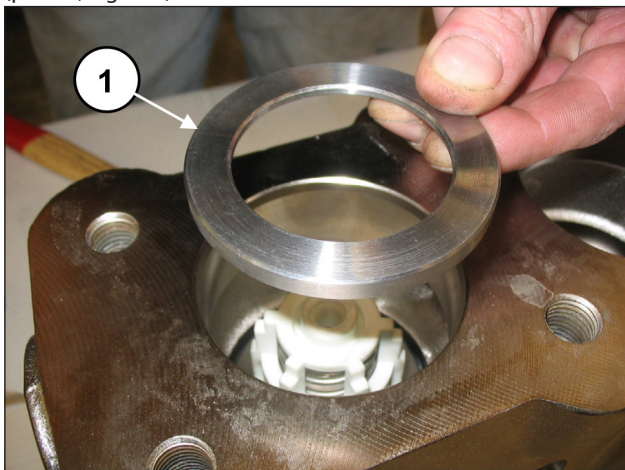
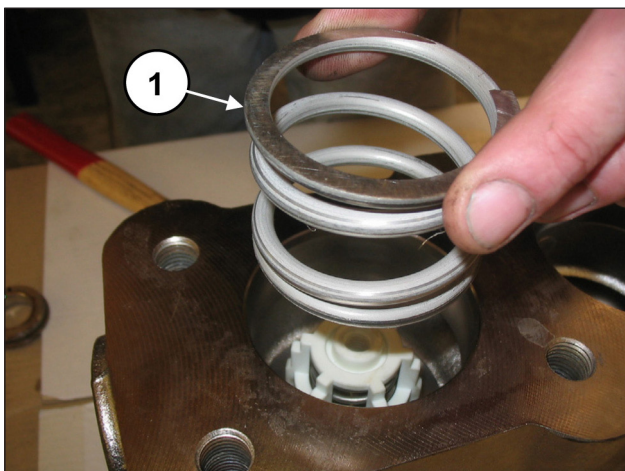

Fig. 123
Fig. 124
Inserire l'anello sede valvola (pos. ①, Fig. 123) e la molla (pos. ①, Fig. 124).